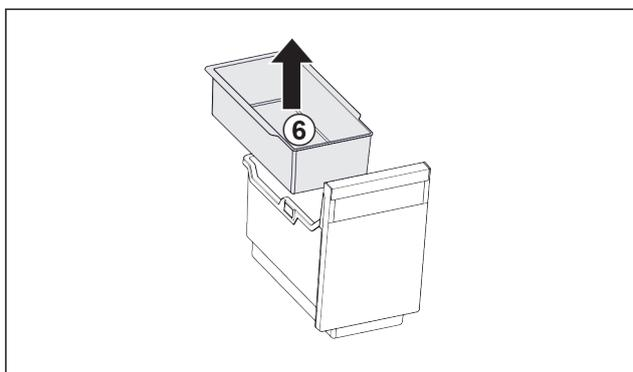

Fig. 24
- ▶ Einhängeschale Fig. 24 (6) entnehmen.